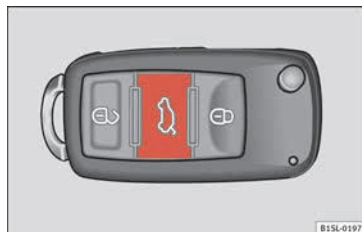

Abb. 106 Im Fahrzeugschlüssel: Taste zum Entriegeln und Öffnen der Heckklappe.
- Drücken Sie die Taste im Fahrzeugschlüssel » **Abb. 106** etwa eine Sekunde lang, um die Heckklappe zu entriegeln.